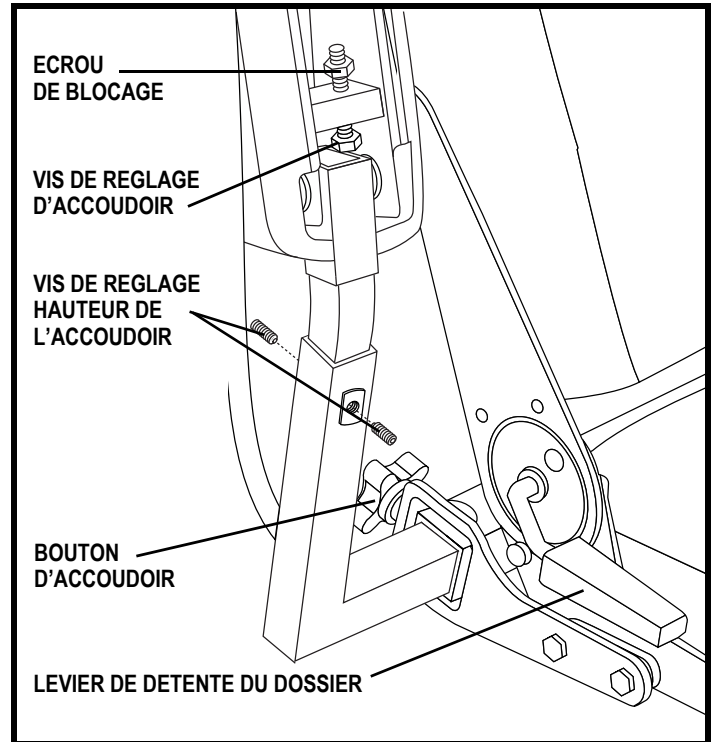

Figure 19. Réglages accoudoirs et dossier
NOTE: Le trousse de réglage de siège la plus commune est illustrée dans la figure 19. Il se peut que votre produit soit configuré différemment. Toutes les configurations fonctionnent de la même manière.
Si votre fauteuil motorisé est équipé d'un siège à dossier inclinable, vous pouvez changer l'inclinaison du dossier. Le levier est situé sur le côté droit de la base du siège. **Voir la figure 19.**
1. Repérez les deux boutons de réglage sur le support des accoudoirs. **Voir la figure 19.**
1. Relevez l'accoudoir perpendiculaire au plancher. **Voir la figure 19.**
1. Desserrez la vis de réglage sur le support d'accoudoir. **Voir la figure 19.**